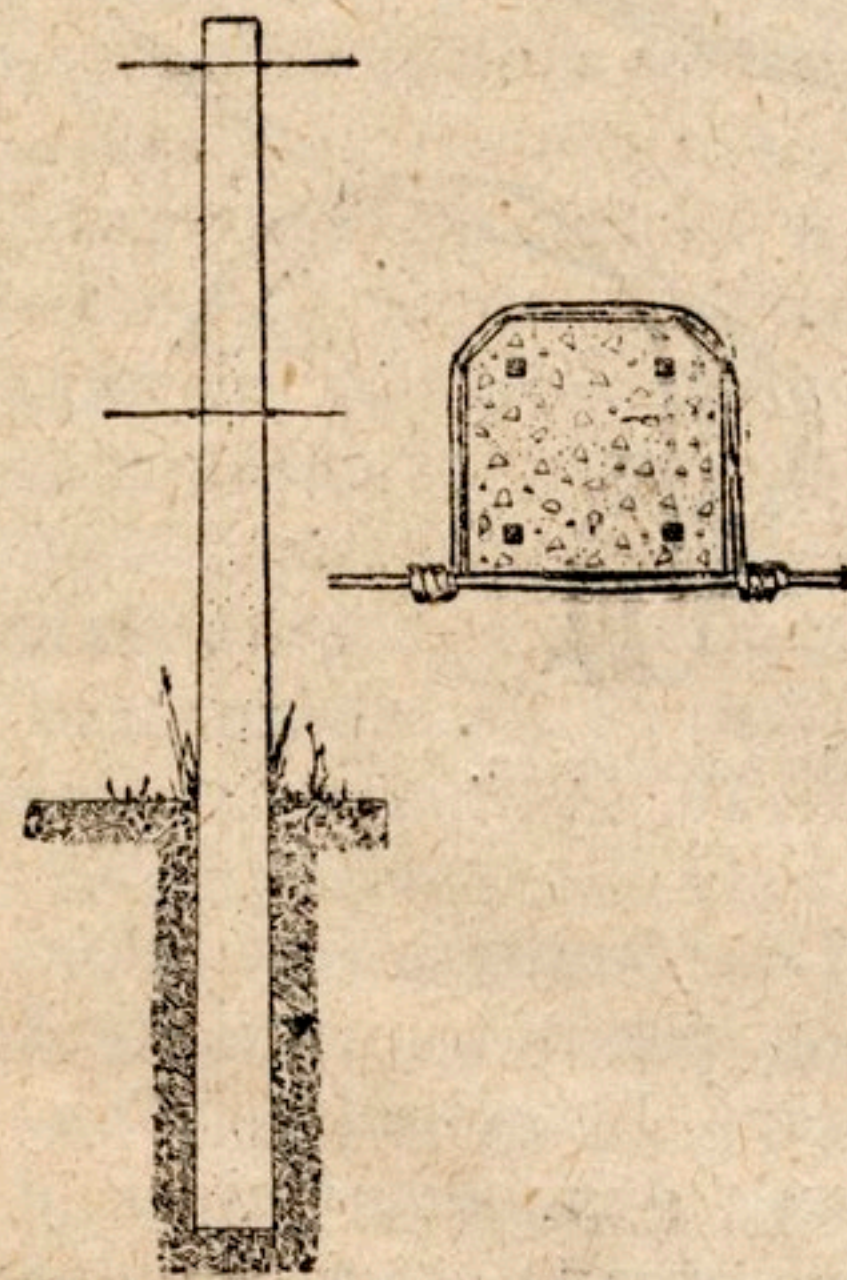

FIG. 1. — Poteau enterré (à gauche coupe montrant les quatre armatures sous forme de points noirs, et la façon d'attacher le fil de fer).
FIG. 1 à 3. — Stéthoscopes de mécanicien.
b) Un autre modèle plus simple d'appareil pouvant rendre des services de même genre et qui, s'il est moins sensible, a l'avantage de pouvoir être improvisé partout sur-le-champ, se compose d'un simple entonnoir métallique dont la douille porte un bout de tube en caoutchouc du genre servant pour le gaz (fig. 1).
armatures se composant de quatre fils de fer placés dans les angles et les fils de fer galvanisés étant fixés par des bouts repliés en U autour des poteaux (fig. 1).